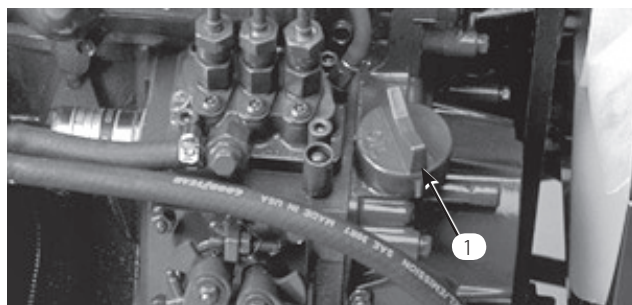

図 26
3. 不足している場合は補給口キャップ（図26）をとり、ディップスティックの Full 位置まで少量ずつオイルを補給する；補給中、ディップスティックで何度か油量を確認しながら入れること。